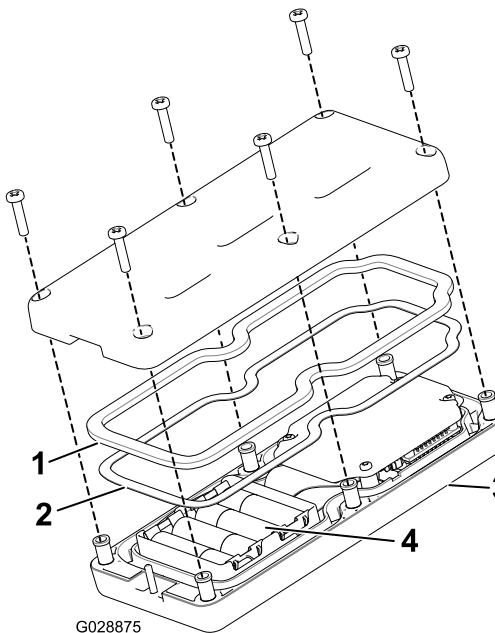

図 18
- 電池を入れる 電池の向きに注意すること。電池を正しく入れないと、機械が損傷することはないが、操作ができない。電池を入れる箇所にはプラス・マイナスの表示がある図 18。
3. スチール製のガスケットとゴム製のシールをリモートの溝にきちんとはめ、バックカバーを取り付ける(図 18)。
4. ねじ6本を使ってカバーを固定し図 18、各ねじを  $1.5 - 1.7 \text{N}\cdot\text{m} / 0.15 - 0.17 \text{kg}\cdot\text{m} = 13 - 15 \text{ in-lb}$  にトルク締めする。